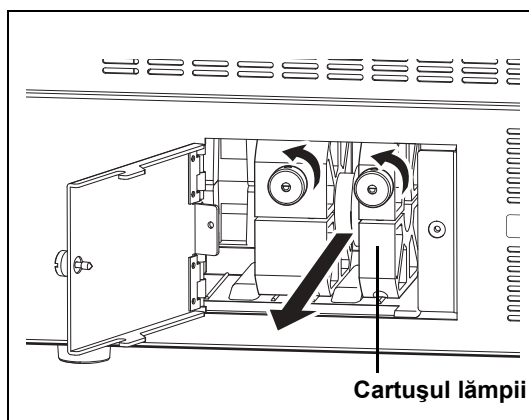

Figura 6.3
- 3 Răsuciți în sens antiorar cele două șuruburi din partea de sus a cartușului lămpii, până când acesta se slăbește. (Consultați Figura 6.3.)